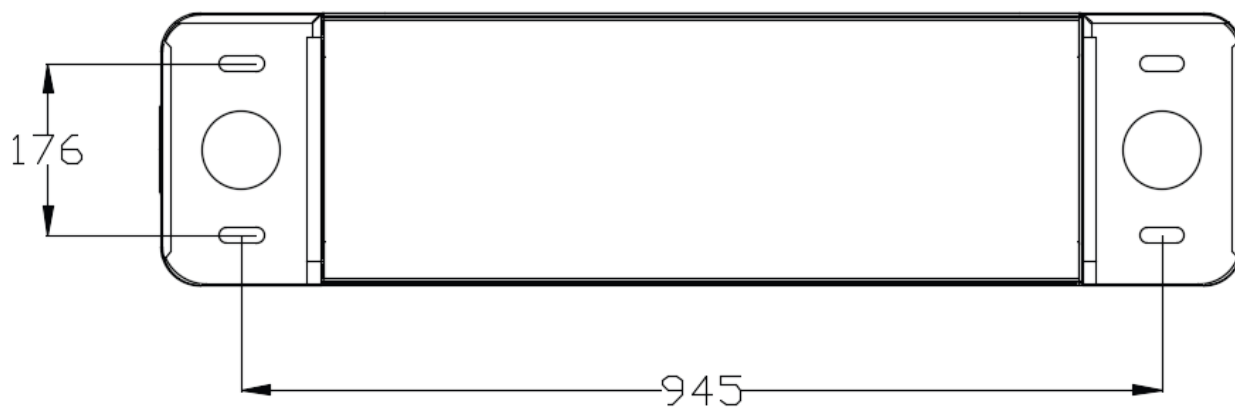

Рисунок 4 – Монтажное основание турникета
1. Просверлите отверстия в полу, соответствующие отверстиям в основании турникета (см. рис. 4).